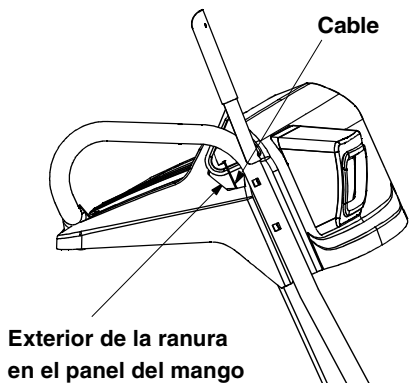

Figura 12
- Alimente el cable del gatillo a través del lado exterior de la ranura en el panel del mango. No alimente el cable a través del mismo lado de la ranura que el adaptador en Z. Vea la Figura 12.